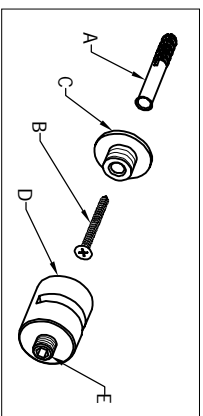

Fig. 1
- Fissare a parete i particolari (C) con le apposite viti (B) e tasselli (A) (Fig. 1) e avvitare i cilindri fresati (D).
- Posizionare le aste della struttura (P) sulle fresse dei cilindri (D) e bloccare le aste avvitando il grano (E) (Fig. 1).
- Fix at the wall the details (C) with the screws (B) and the dowels (A) (Fig. 1) and screw the milled cylinder (D).
- Place the rods of the structure (P) on the millings of the cylinders (D) and block the rods by screwing the pin (E) (Fig. 1).